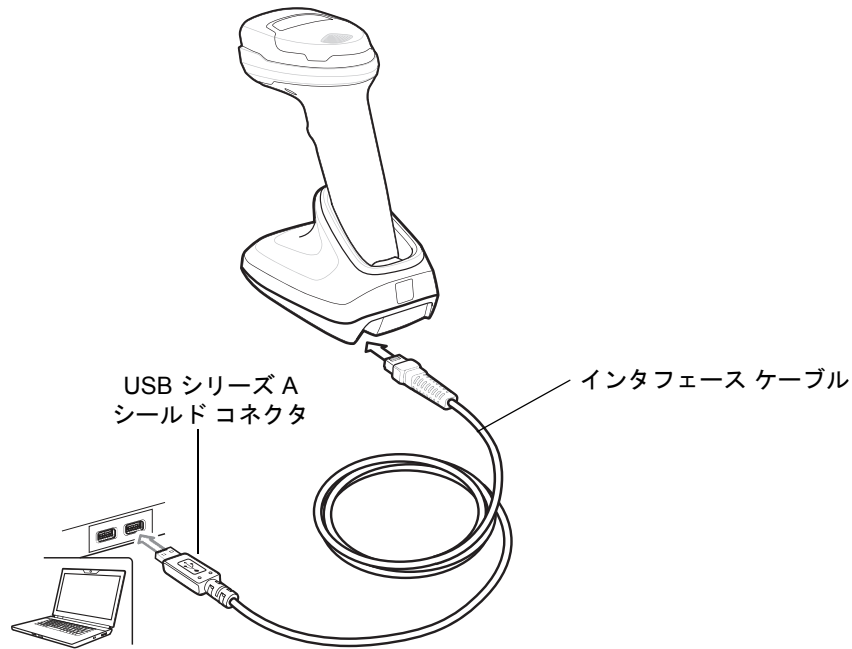

図 7-1 USB 接続
- ✓ **メモ** 必要なインタフェース ケーブルは、構成に応じて異なります。図 7-1 に示したコネクタは、あくまでも例です。実際には、イラストとは異なるコネクタが使用される場合もありますが、デジタル スキャナの接続手順は同じです。